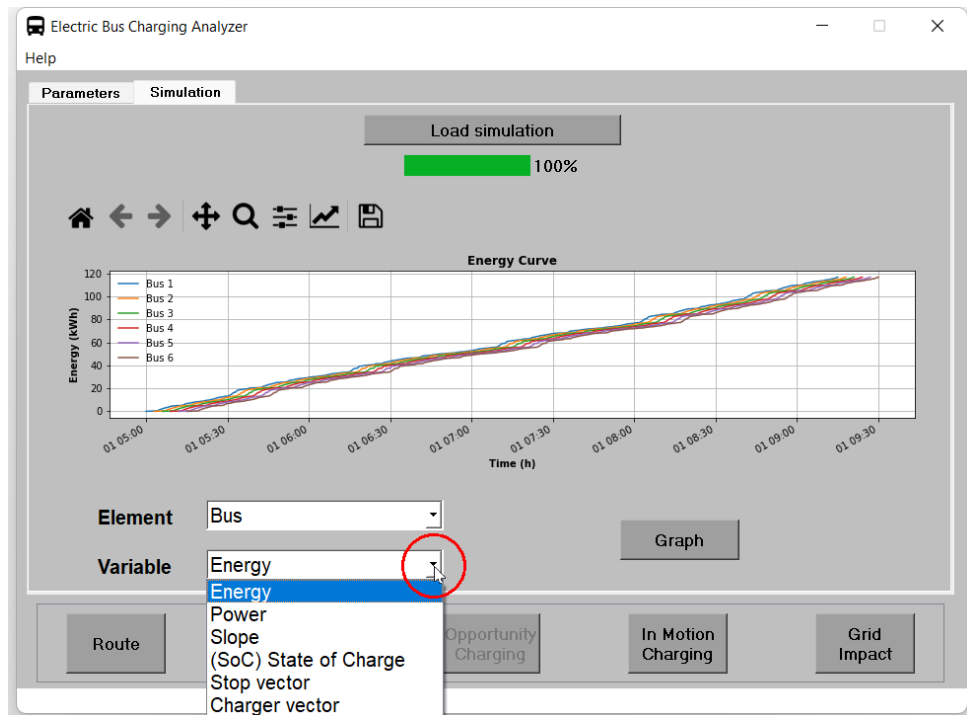

Figura 32: Seleccionar otra variable para gráfica.
5. Se puede visualizar otra variable, seleccionándola en la lista desplegable como se muestra en figura 32.